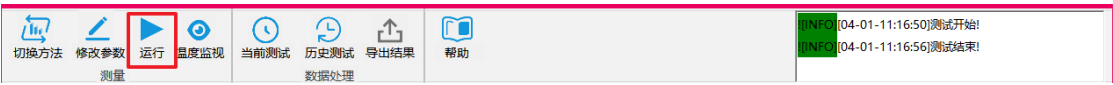
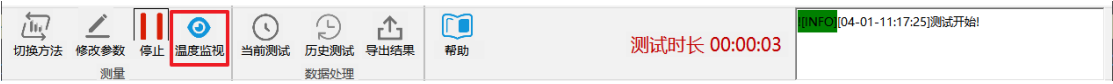
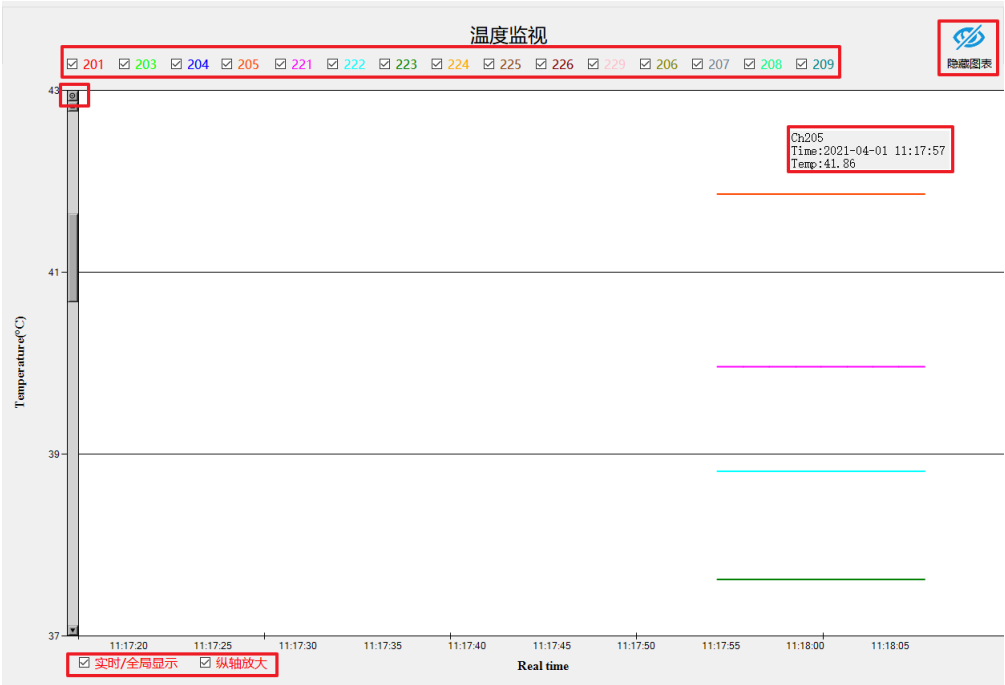

图 8.36: 运行
图 8.37: 温度监视图表
图 8.38: 图表显示设置
用户设计完参数后,按运行按钮即可开始实验测试(见图 8.36)。在运行的时候,按温
度监控按钮即可显示实时的探头温度信息见(图 8.37)。温度监控可实时显示各测温探头
温度,上部为各通道图例,可对其进行显示或隐藏,左下角可设置实时/全局显示和纵轴放大,右上角按隐藏图表按钮可对其隐藏。特别的,勾选纵轴放大,再用鼠标按压左键框选,可实现纵轴放大,若想恢复原始范围,点击左上角滚轴 '-' 即可;鼠标指向温度线时,可捕获其通道编号、采集时间和温度信息(见图 8.38)。
用户设计完参数后，按**运行**按钮即可开始实验测试（见图 8.36）。在运行的时候，按**温度监控**按钮即可显示实时的探头温度信息见（图 8.37）。**温度监控**可实时显示各测温探头温度，上部为各通道图例，可对其进行显示或隐藏，左下角可设置**实时/全局显示**和**纵轴放大**，右上角按**隐藏图表**按钮可对其隐藏。特别的，勾选**纵轴放大**，再用鼠标按压左键框选，可实现纵轴放大，若想恢复原始范围，点击左上角滚轴 '-' 即可；鼠标指向温度线时，可捕获其通道编号、采集时间和温度信息（见图 8.38）。
用户设计完参数后,按**运行**按钮即可开始实验测试(见图 8.36)。在运行的时候,按**温**
**度监控**按钮即可显示实时的探头温度信息见(图 8.37)。**温度监控**可实时显示各测温探头
温度,上部为各通道图例,可对其进行显示或隐藏,左下角可设置**实时/全局显示**和**纵轴放大**,右上角按**隐藏图表**按钮可对其隐藏。特别的,勾选**纵轴放大**,再用鼠标按压左键框选,可实现纵轴放大,若想恢复原始范围,点击左上角滚轴 '-' 即可;鼠标指向温度线时,可捕获其通道编号、采集时间和温度信息(见图 8.38)。